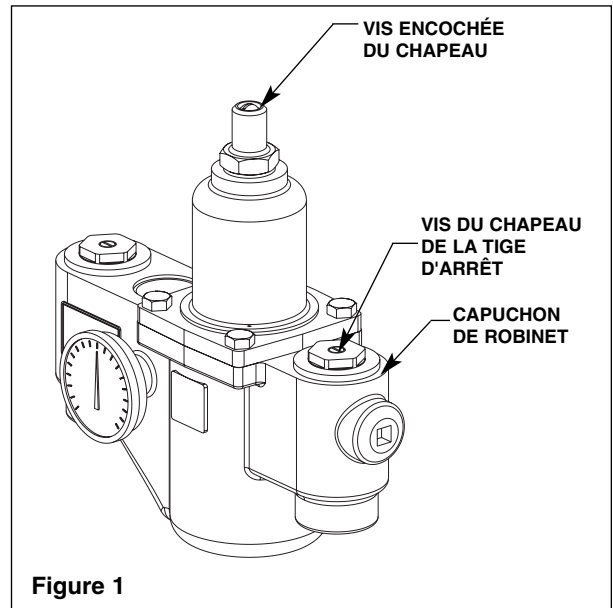

Figure 1
Note : Lorsque les clapets anti-retour sont en position ouverts, la vis du chapeau de la tige d'arrêt est de niveau avec le capuchon de robinet (voir Figure 1).
- s'assurer que les clapets anti-retour sont complètement ouverts (la tige encochée doit être de niveau avec le capuchon de la tige d'arrêt) (voir Figure 1 à la page 12) et s'assurer également que tous les robinets d'entrées et de sorties sont ouverts